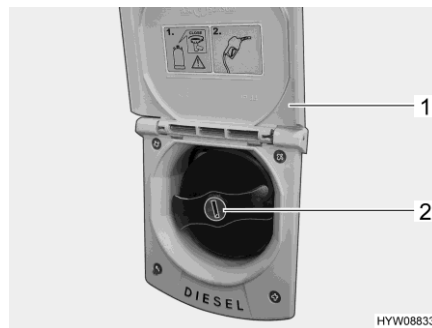

Bild 41 Kraftstoff-Einfüllstutzen
- Klappe (Bild 41,1) nach oben schwenken.
- Schlüssel in Schließzylinder (Bild 41,2) stecken und entgegen dem Uhrzeigersinn drehen.